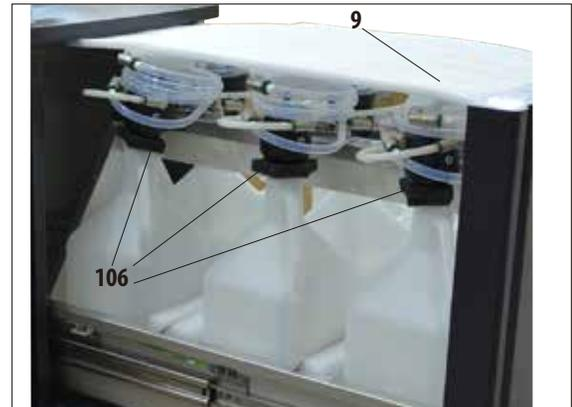

Fig. 18
- Ensuite, ouvrir le caisson coulissant (9) et en retirer tous les rembourrages en mousse (fig. 18). Retirer également les six pièces en mousse gris foncé (106) placées aux cols des flacons de rechange.